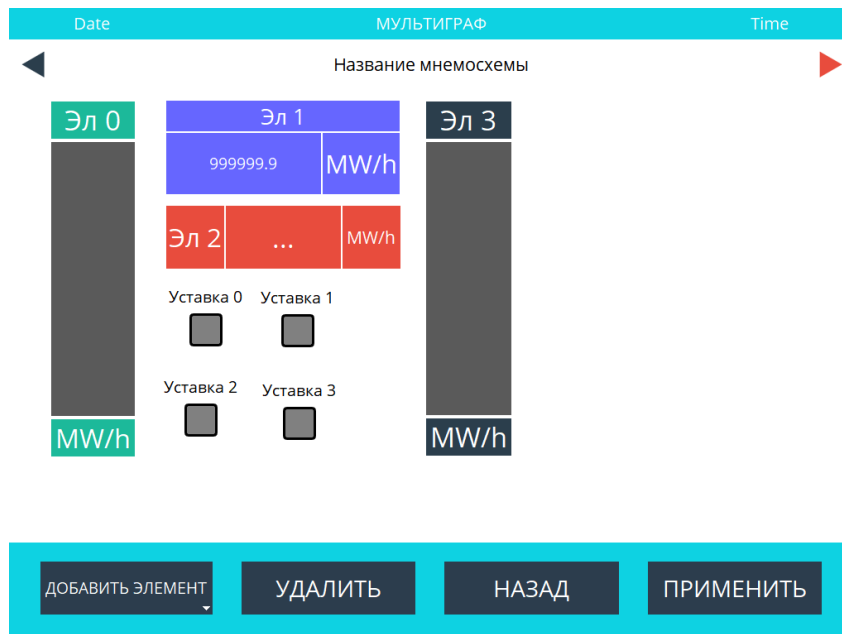

Рисунок 2.46 – Настройка расположения элементов мнемосхемы
2.3.5.4.4 Для настройки расположения элементов необходимо нажать на клавишу «НАСТРОЙКА РАСПОЛОЖЕНИЯ ЭЛЕМЕНТОВ» (рис. 2.46).